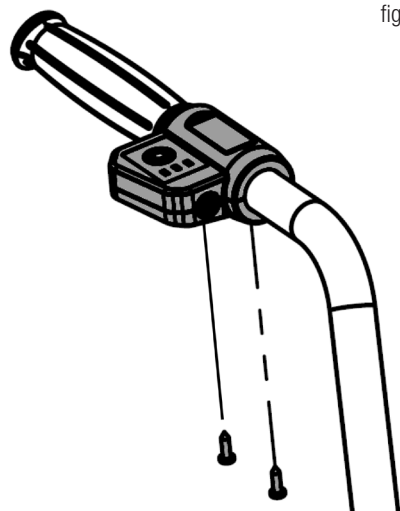

fig. 4
4. Monte el panel de control como se muestra en la fig. 4.